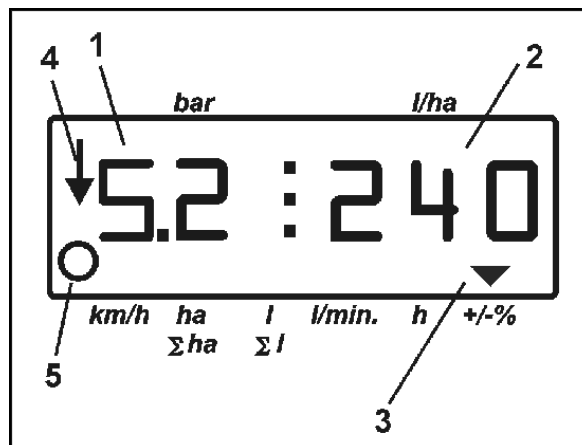

Fig. 13
- Pe parcursul stropirii, se va afișa display-ul de lucru. Fig. 13/...
- Presiunea de stropire (1)
- Debitul de consum momentan (2)
- Mașina în poziția de lucru (4) (supapele pentru lățime parțială conectate, viteză de deplasare)
- Mașina parcurge o distanță (5)
- Pe parcursul stropirii, cantitatea nominală poate fi modificată manual de la  sau  (3) în pași de câte 10%.